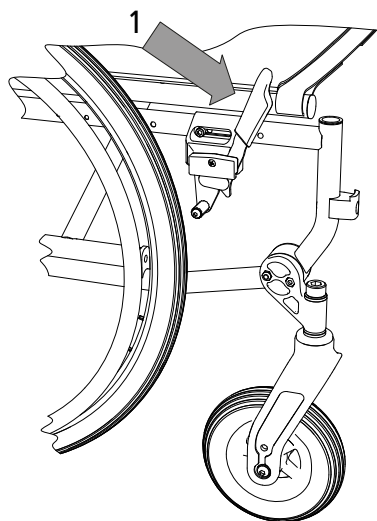

fig.24
1. Skub bremsehåndtaget fremad, så bremsen blokerer hjulet (1, fig. 24).